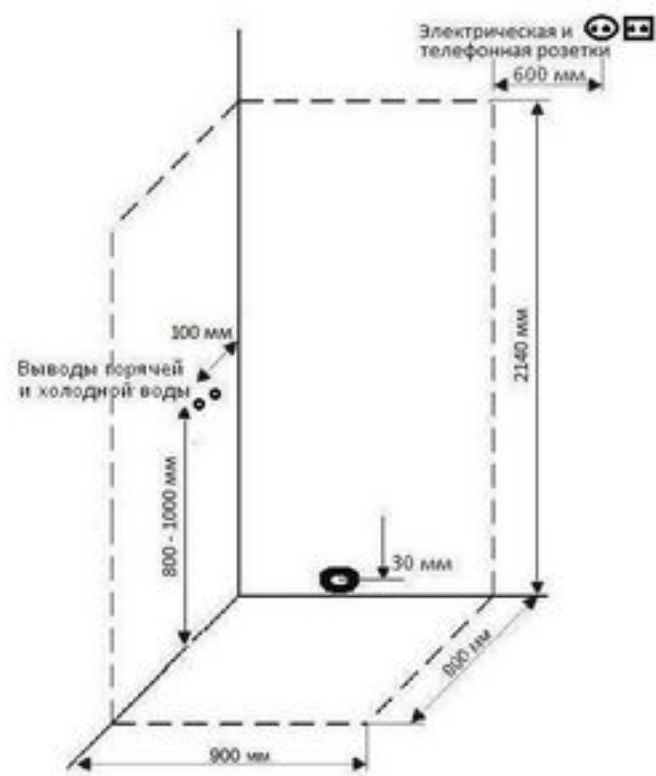

Рис. 1
**ВНИМАНИЕ! Монтаж душевой кабины (гидромассажного бокса) производится только на полностью подготовленное место (рис. 1).**